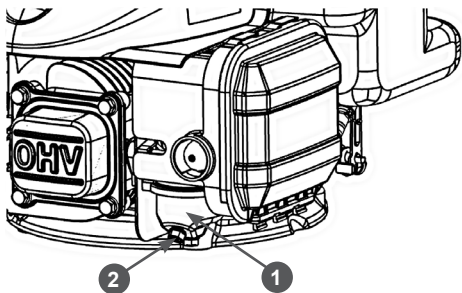

Рис. 19. Слив топлива из карбюратора
1. Установите под карбюратор 1 подходящую емкость (Рис. 19).
2. Открутите болт 2 сливного отверстия и слейте топливо из поплавковой камеры карбюратора (Рис. 19).
1. Слейте топливо из топливного бака и карбюратора (Рис. 19).